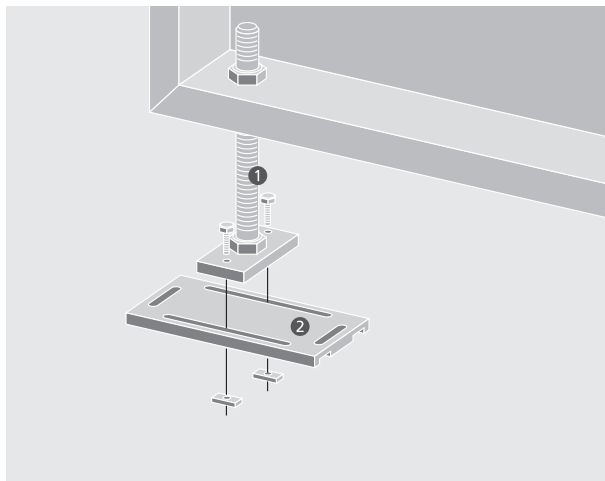

Abbildung 5.1
### 5.1 Umlenkstation/Umlenkantrieb aufstellen (Abb. 5.1)
- Stützen (1) gegebenenfalls auf Schiebepplatten (2) montieren (Schraubensets sind mitgeliefert). (Abb. 5.1)
- Fördererhöhe an den verstellbaren Stützen (1) einstellen.
- Station gemäß Planungsunterlagen positionieren und Fördererhöhe an den verstellbaren Stützen (1) einstellen. (Abb. 5.1)